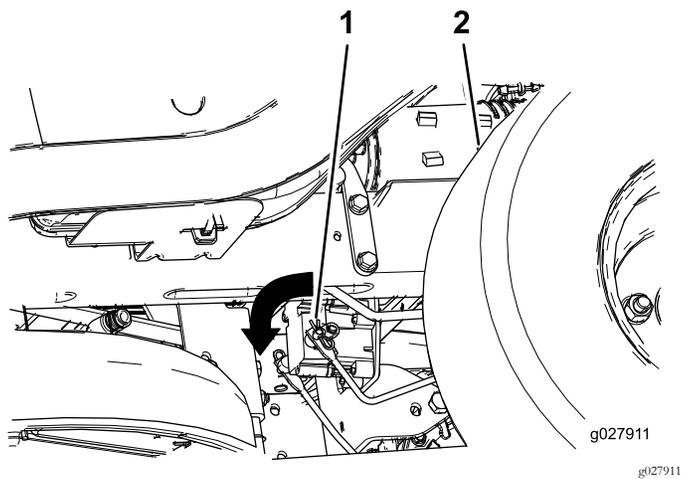

Figure 49
2. Localisez l'arbre sur le frein électrique au point de connexion des bras de liaison (Figure 49).